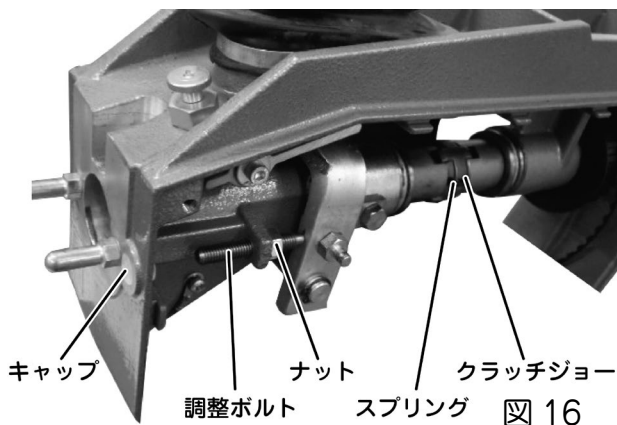

図 16
- ①本体カバーを両側とも外します。
- ②調整ボルトのナットを緩めます。
- ③図 16 のキャップを外してマイナスドライバーで調整ボルトを緩めます。
- ④ジョーのスプリングを外したあとジョーを取り外します。
- ⑥図 16 のナットを締めボルトをロックします。
- ⑦本体カバーを両側とも取り付けます。